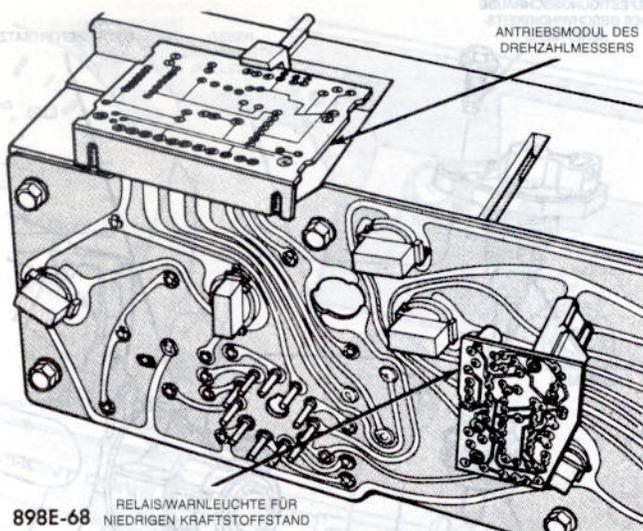
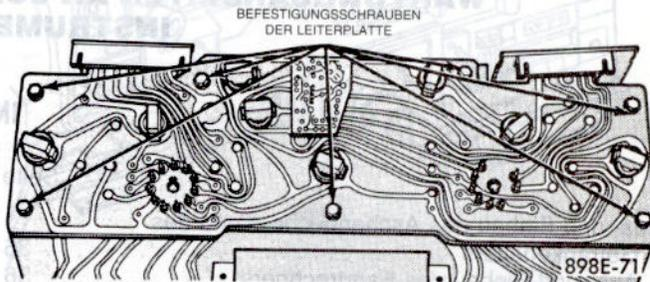

Abb. 15 – Antriebsmodul des Drehzahlmessers und Relais der Warnleuchte für niedrigen Kraftstoffstand
Abb. 18 – Leiterplatte des Kombiinstruments
- (1) Kombiinstrument ausbauen.
- (2) Antriebsmodul des Drehzahlmessers von der Leiterplatte abziehen (Abb. 15).
- (3) Beim Wiedereinbau darauf achten, daß das Modul korrekt in der Leiterplatte sitzt.
- (2) Relais der Warnleuchte für niedrigen Kraftstoffstand von der Leiterplatte abziehen (Abb. 15).
- (2) Antriebsmodul des Drehzahlmessers, Relais der Warnleuchte für niedrigen Kraftstoffstand (Abb. 15) und Instrumentenüberwachungsmodul (Abb. 16) ausbauen.
- (3) Alle Glühlampen im Kombiinstrument aus ihren Fassungen drehen.
- (4) Die Schrauben, mit denen die Leiterplatte am Gehäuse des Kombiinstruments befestigt ist, lösen (Abb. 18).
- (5) Beim Wiedereinbau in umgekehrter Reihenfolge vorgehen.